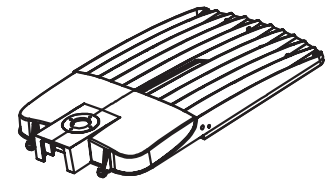

Figure 3
3. Retournez le luminaire. (Figure 3)